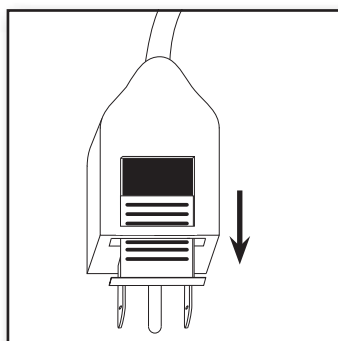

Figura 4
2. Abra la cubierta del fusible. Deslice hacia las hojas la cubierta de acceso al fusible que está sobre el enchufe del accesorio y ábrala. Figura 4.